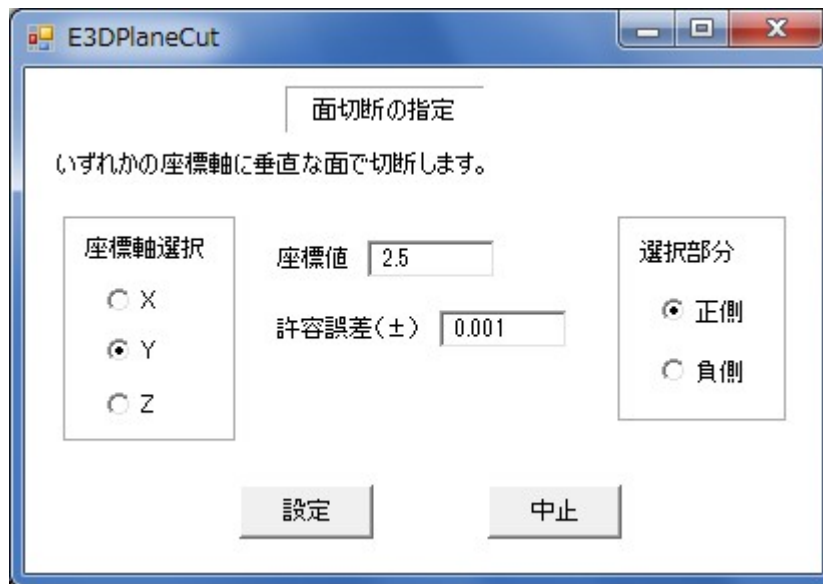

図4-24 面切断設定の画面
19) 「面切断設定」ボタンをクリックすると、図4-24の面切断設定の画面に移り、面切断の仕方を設定できます。この面切断とは、座標軸に直角な平面で構造を切断し、2分割されたいずれかの構造図を描くものです。図4-24の画面では次のように操作します。